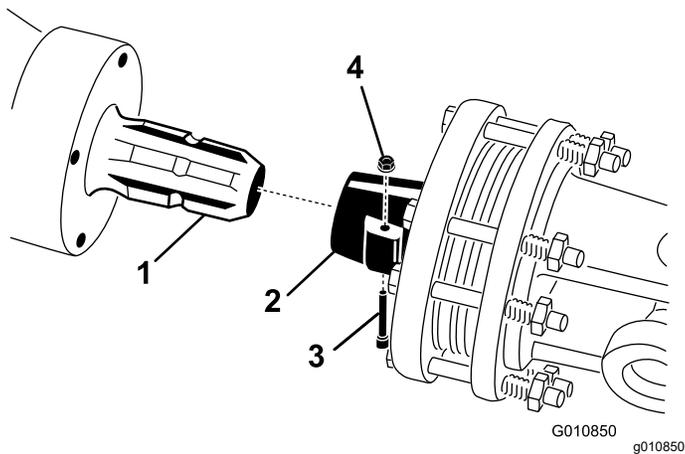

图 23
1. 从 PTO 轴上卸下销和螺母图 23。
2. 用之前卸下的销和螺母将 PTO 轴的离合器端固定至打孔机齿轮箱输入轴上图 23。